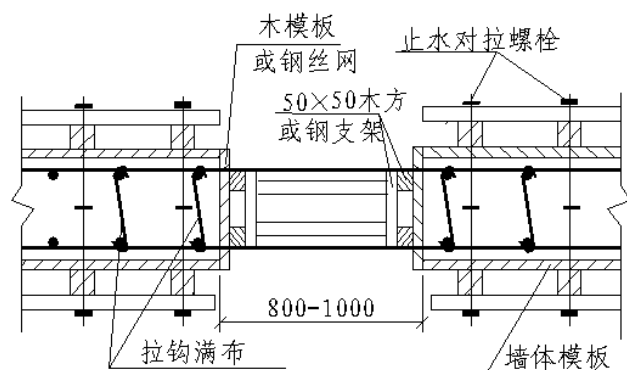

图 5
5.3.2 留设后浇带时，按墙筋间距，用松木板锯成小口，固定于后浇带侧面作侧模，锯口缝隙用胶带纸粘贴，用木方加固；也可用双层钢丝网做侧模，用钢筋支架做支撑。如图5：